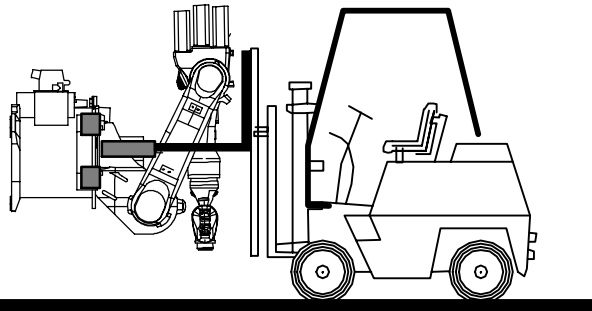

Fig. 45 Position de transport du robot monté au mur
- Avec un chariot élévateur à fourches (Fig. 45)